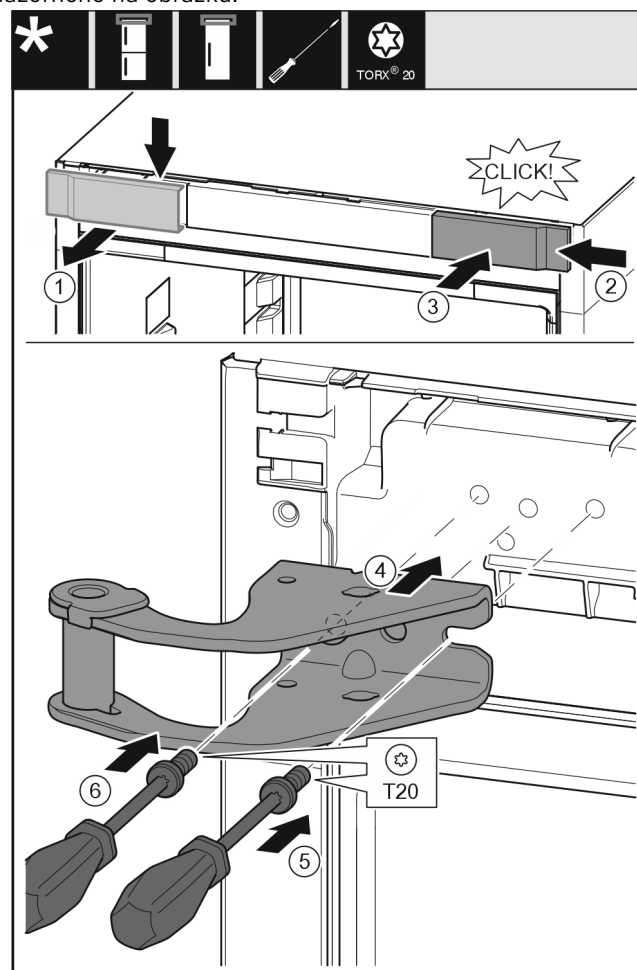

Fig. 29
- Odeberte kryt shora dopředu. Fig. 29 (1)
- Kryt otočený o 180° zavěste na druhé straně zprava. Fig. 29 (2)
- Zaklapněte kryt. Fig. 29 (3)
- Nasad'te horní stojan ložiska. Fig. 29 (4)
- Šroubovákem T20 nasad'te šroub a utáhněte. Fig. 29 (5)
- Šroubovákem T20 vložte šroub a utáhněte. Fig. 29 (6)